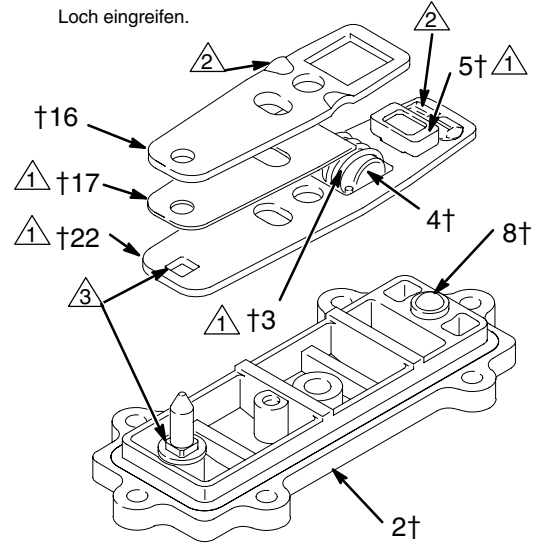

Abb. 11
5. Steuerplatte (22) und Distanzstück (17) schmieren. Die Steuerplatte, das Distanzstück und die Stellplatte (16) zusammenbauen, wie in Abb. 11 gezeigt. Die Erhöhungen auf den Steuerplatten (22 und 16) müssen nach oben zeigen.
6. Die Feder (3) zusammendrücken und zusammen mit dem Anschlag (4) in den Steuerplattensatz einbauen. Durch die Federspannung werden alle diese Teile zusammengehalten. Das Ventillager (5) schmieren und wie dargestellt in den Steuerplattensatz einbauen.
7. Den Steuerplattensatz so an dem Deckel (2) installieren, daß das spitze Ende der Rückstellwelle (21) durch die Löcher in den Steuerplatten hindurchgehen und der quadratische Teil der Welle in das quadratische Loch eingreift. Darauf achten, dass die Erhöhungen am Distanzstück (22) in die Kugel (8) eingreifen.